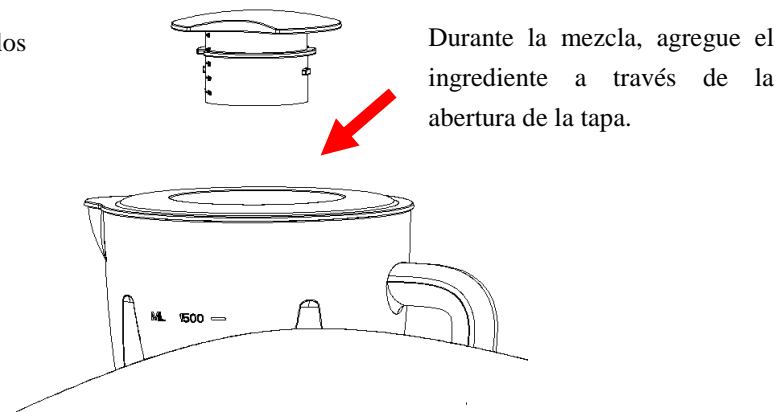

Fig.7
5. Si desea agregar ingredientes mientras la licuadora está funcionando, retire la taza de medir y colóquela a través de la abertura de la tapa. (Ver la Fig.7)